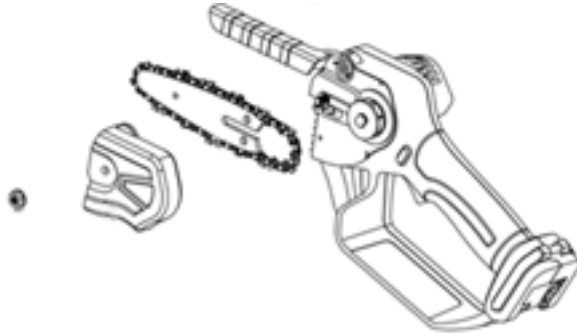

Рис.2
- Відкрутіть гайку фіксатор бокової кришки ланцюга (Рис. 2).
- Візьміться за напрямну шину та пиляльний ланцюг так, щоб отвір пиляльного полотна увійшов до штифту обмежувального гвинта і надягніть пиляльний ланцюг на зірочку (Рис. 2).
- Закрийте бічну кришку (Рис. 2).
- Затягніть гайку-фіксатор бокової кришки (Рис.2)